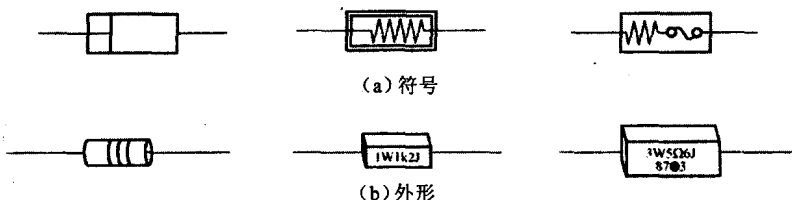

图 1-1 保险丝电阻器符号和外形
①熔断电阻器 又称为保险丝电阻，是一种具有电阻和保险丝双重功能的元件，用色环和数字表示电阻值，一般用于电器起过流保护作用，其符号和外形如图 1-1 所示。